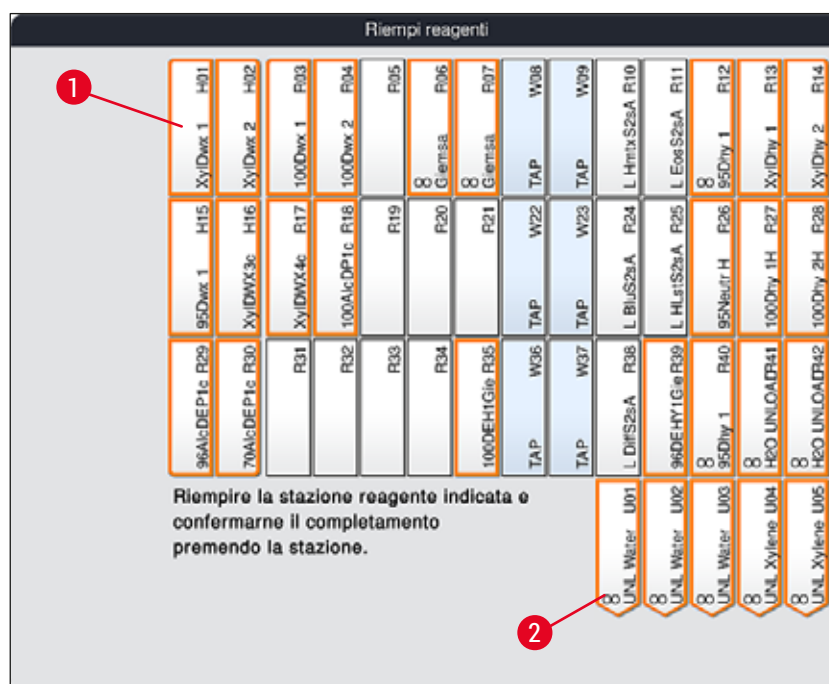

Fig. 56
2. Nella nuova finestra **Riempi reagenti** (→ "Fig. 56") le stazioni da riempire sono contrassegnate in arancione (→ "Fig. 56-1").
Solo i reagenti personalizzati e quelli aggiunti dei programmi di colorazione Leica sono visualizzati e contrassegnati in arancione (→ "Fig. 56"). I reagenti del kit reagenti Leica vengono scansionati successivamente (→ p. 80 – **Riempimento del kit reagenti Leica**).